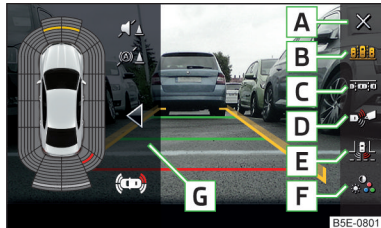

Abb. 263
Funktionsflächen » Abb. 263
- › Die Funktionsfläche **C** » Abb. 263 auf Seite 233 antippen.